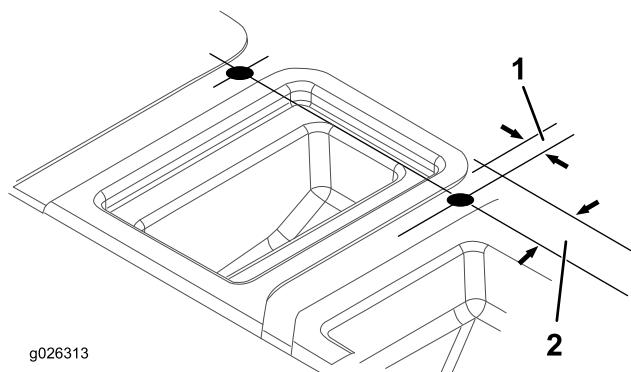

Рисунок 9
- Используя размеры, показанные на Рисунок 9, определите и отметьте местоположение и просверлите два отверстия в верхней части основания сиденья.